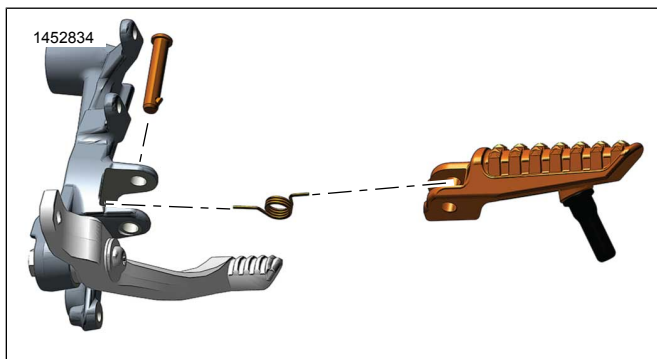
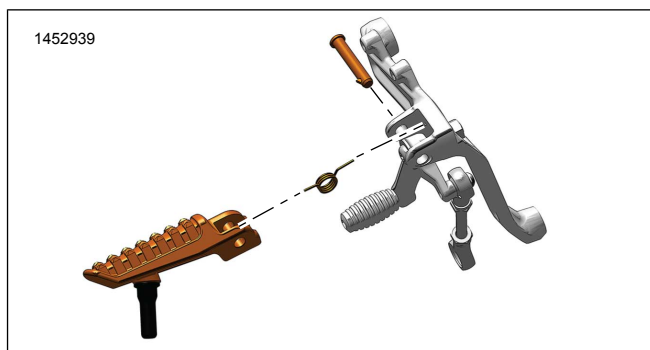

Figura 3. Pedal, motociclista, direito
Figura 4. Pedal, motociclista, esquerdo
- a. Cubra a área da mola de retorno do conjunto do pedal (B) com um pano de limpeza.
- b. Veja Figura 3 ou Figura 4 . Puxando o conjunto do pedal para fora, remova o conjunto do suporte.